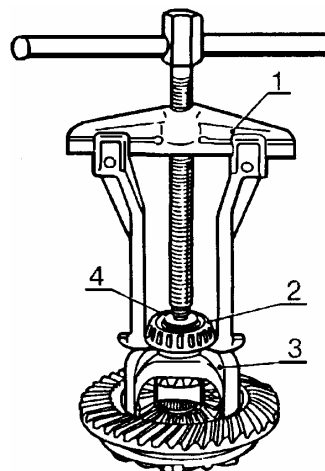

Рис.4.
4.2 Установить съемник 1, рис. 4, с упором 4 (съемник А.40005/1/6, упор А.45028):